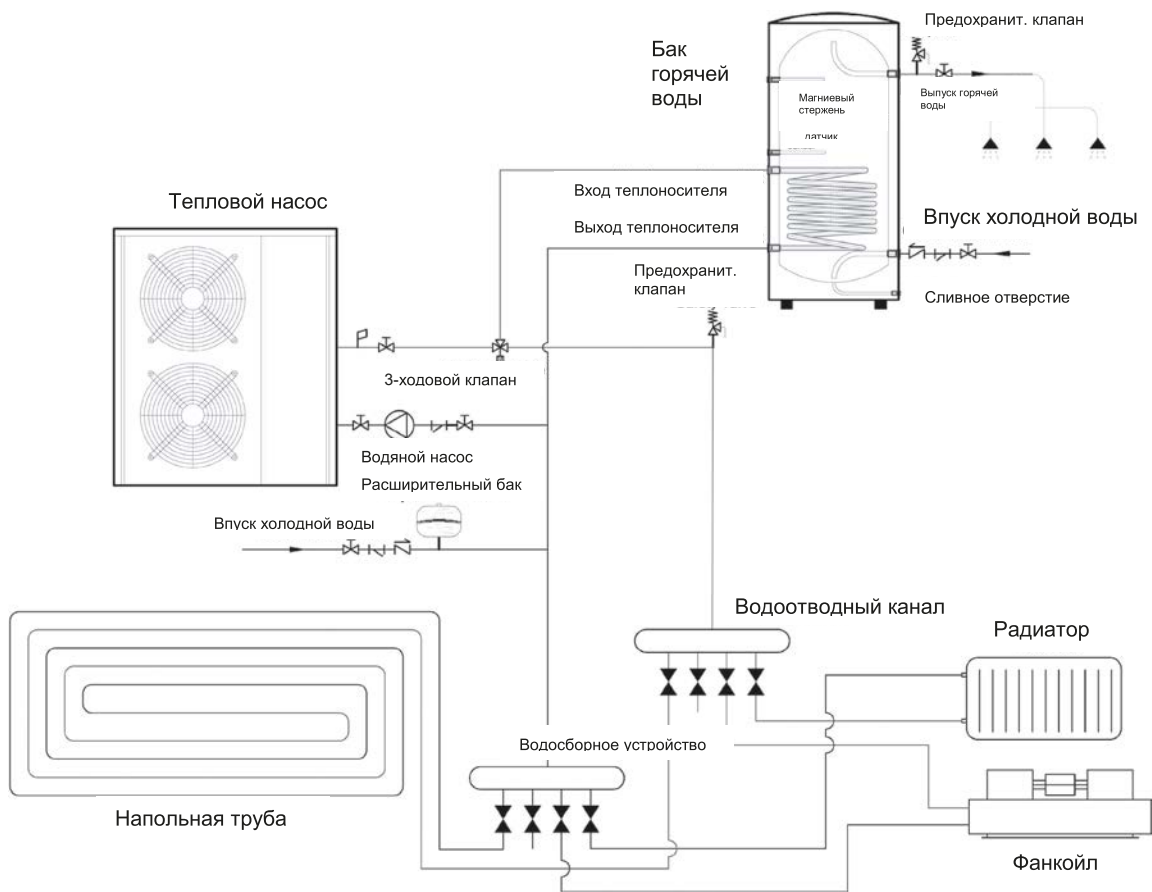

Рис. 2
- 1) Схема установки системы см. рис. 2